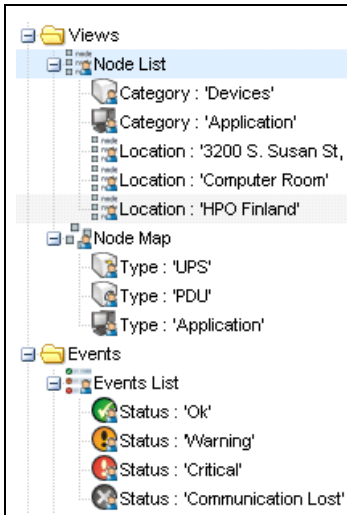

Figura 43. Gerarchia esempio Visualizzazioni > Elenco nodi
- 1 Selezionare una visualizzazione in **Visualizzazioni > Elenco** nodi, come "Categoria: Dispositivi" (vedere Figura 43).
- 1 Selezionare una visualizzazione in **Visualizzazioni > Elenco** nodi, come "Posizione: sala computer" (vedere Figura 43).